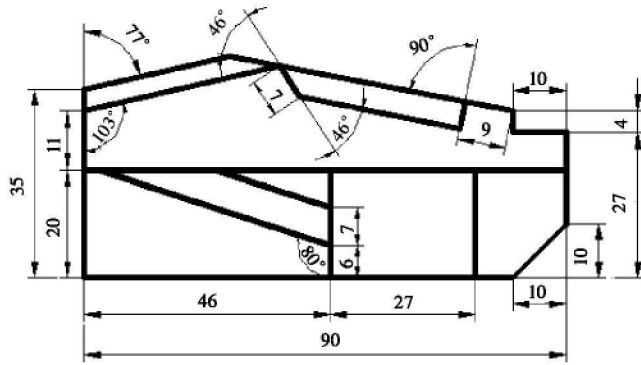

图 1-15
6. 根据图 1-15 所示的标注,完成绘制,熟悉 CAD 绘图的简单指令。